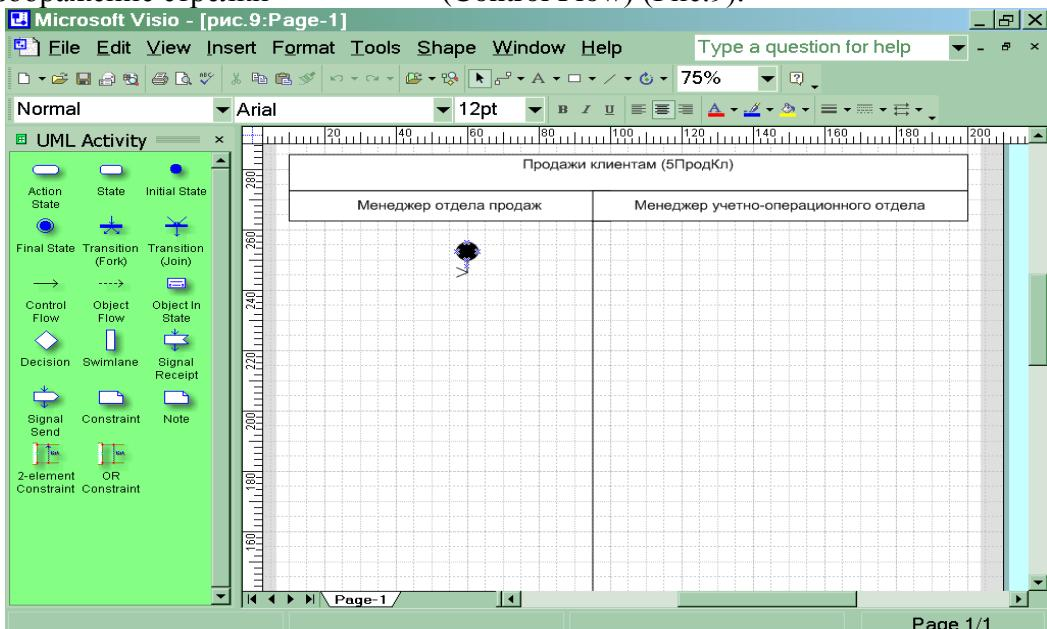

Рис.9 Подготовительная стадия для изображения диаграммы действий
8. Обозначьте на диаграмме начало процесса символом ● «Initial state» в графе отведенной для изображения действий менеджера отдела продаж. (рис.9). Не забывайте, что работу с графическими формами можно осуществлять только при активированной пиктограмме с изображением стрелки на панели «Форматирование».
Activite изображение стрелки → (Control Flow) (Рис.9).